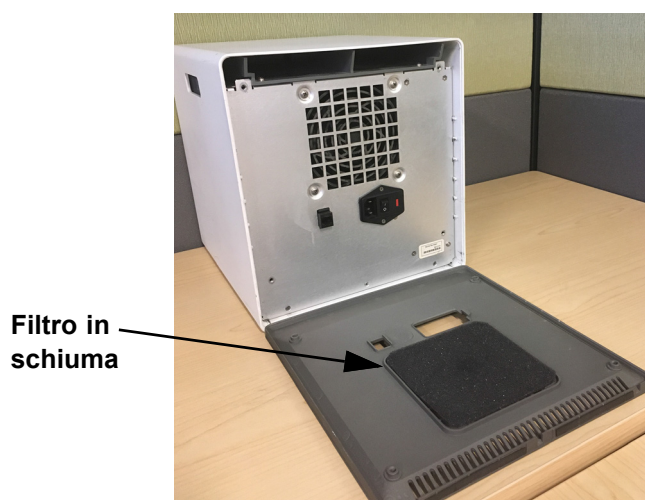

Figura 9-15. Filtro in schiuma nel precedente GX-IV
5. Rimuovere il pannello e il filtro grigio in schiuma (vedere Figura 9-15).